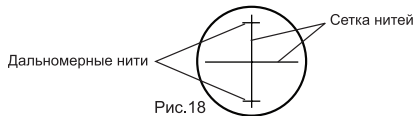

Рис.18
1) Наведитесь на рейку и посчитайте количество сантиметровых делений ϑ между двумя дальномерными нитями. (Рис.18)